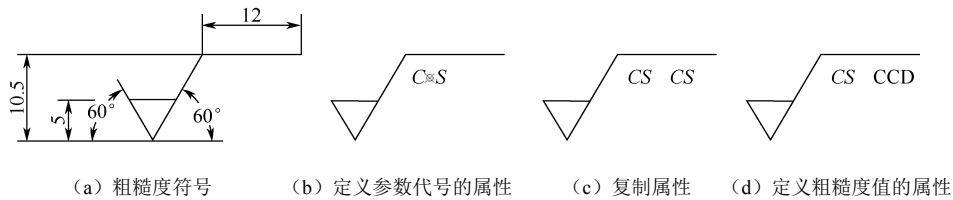

图 6-12 定义表面粗糙度的属性
当尺寸数字高度为“3.5”时，表面粗糙度符号各部分尺寸如图 6-12（a）所示。
(6) 单击“确定”按钮，返回绘图区，在表面粗糙度符号水平线的下方适当位置（如图 6-12 (b) 所示中“”位置）单击，确定属性的位置。
(7) 选中属性标记“CS”并右击，在出现的快捷菜单中选择“特性”选项在“文字”选项组下“倾斜”后输入“15”，如图 6-14 所示。即可指定属性标记“CS”倾斜 15°，完成后结果如图 6-12 (b) 所示。
(1) 向右复制第四步定义的属性标记，如图 6-12 (c) 所示。
(4) 选中属性标记“CCD”并右击，在出现的快捷菜单中选择“特性”选项，在“文字”选项组下“倾斜”后输入“0”，即可指定属性标记“CCD”不倾斜，完成后结果如图 6-12 (d) 所示。